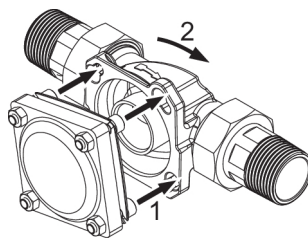
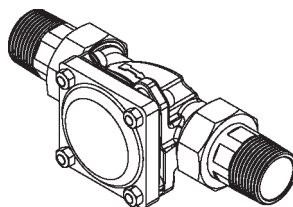

Abb. 7: Ansetzen und einrasten
Abb. 8: Anschluss eingerastet
1. Die Köpfe der vier Flanschschrauben durch die Bajonettbohrungen am Einbaudrehflansch stecken (siehe Abbildung 7).
2. Das Gerät im Uhrzeigersinn bis zum Anschlag drehen (siehe Abbildung 7 und Abbildung 8).